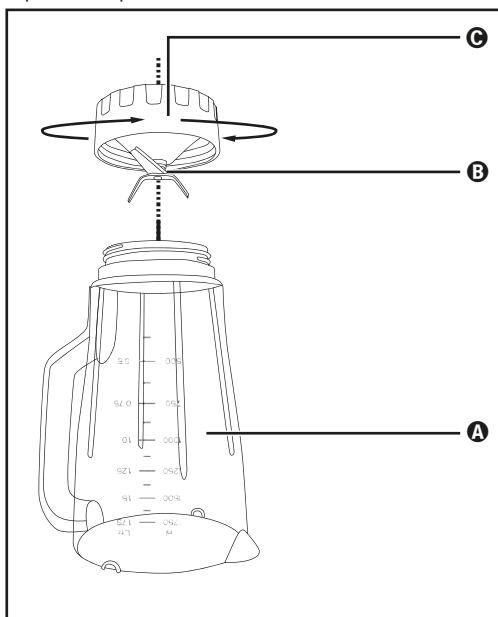

Fig. 3
- 2) Poggiare l'apparecchio sulla testa e ruotare la parte di plastica inferiore **C** dell'inserto mixer **3** in senso antiorario, in modo che si possa staccare dalla parte in plastica superiore **A** dell'inserto mixer **3** (v. fig. 3).